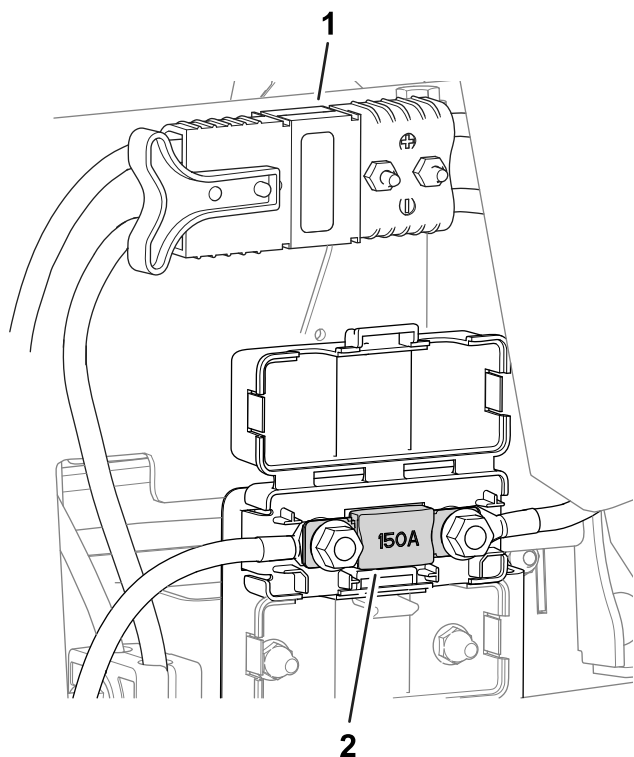

図 62
- 回路保護用のヒューズは主電源コネクタの下にあります 図 62。